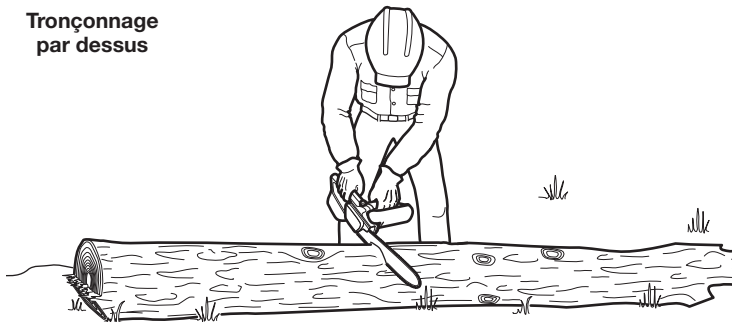

Fig. 24
Lorsque les bûches sont soutenues sur toute la longueur, des précautions supplémentaires doivent être prises pour s'assurer que la chaîne ne touchera pas au sol ou à une autre structure de soutien (Fig. 24).
1. Commencez à couper par le haut, avec le bas de la chaîne de la tronçonneuse contre le dessus de la bûche (Fig. 24).